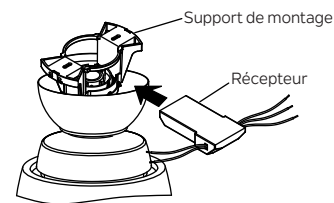

Fig. 13
**Étape 1.** Insérer le récepteur dans le support de montage et maintenez à plat par opposition au plafond. (Fig. 13)